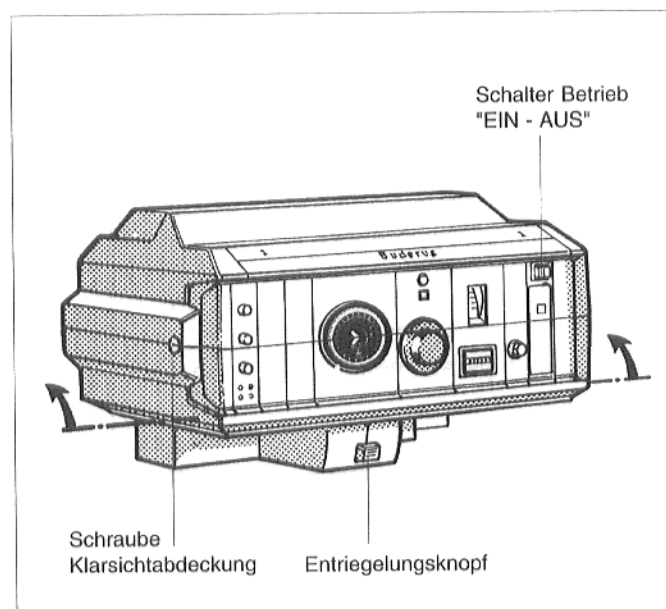

Abb. 40: Regelsystem 3000
Schlitz der Befestigungsschraube für die Klarsichtabdeckung des Regelgeräts in waagerechte Stellung bringen, z.B. mit der einer Münze, Klarsichtabdeckung von vorne einschieben und Schraubenschlitz senkrecht stellen (Abb. 40).
Zur besseren Sicht auf die Bedienelemente des Regelgeräts kann das Oberteil in zwei Stellungen nach oben geschwenkt werden (Abb. 40).
Beim Zurückschwenken in die Ausgangsposition Entriegelungsknopf drücken (Abb. 40).
Schraubenschlitz der Klarsichtabdeckung des Regelgeräts (Abb. 40) in waagerechte Stellung bringen, z.B. mit einer Münze. Klarsichtabdeckung nach vorne abnehmen.
- Schalter Betrieb (Abb. 40 und 41) in Stellung 0 (AUS) stellen.